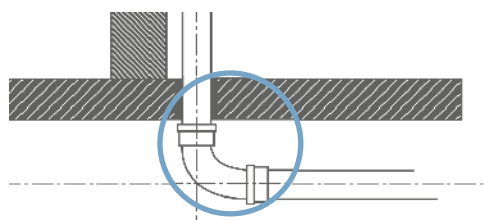

Fig.20 Esempio di colonna scarico fonoassorbente
2) Per altezze di colonna superiori ai 4 piani di fabbricato, il livello di contropressione H causata dal piede di colonna puo' variare dai 3 ai 5 m (Fig. 20) È assolutamente sconsigliato collegare gli apparecchi alla colonna in questi tratti se non in presenza di ventilazione secondaria (Fig. 16) o di sdoppiamento della colonna al di sotto del tratto indicato (Fig. 14). È invece possibile l'allacciamento lungo il tratto orizzontale del collettore in una zona neutra **A**, normalmente situata a una distanza di almeno 10 volte il diametro colonna DN.